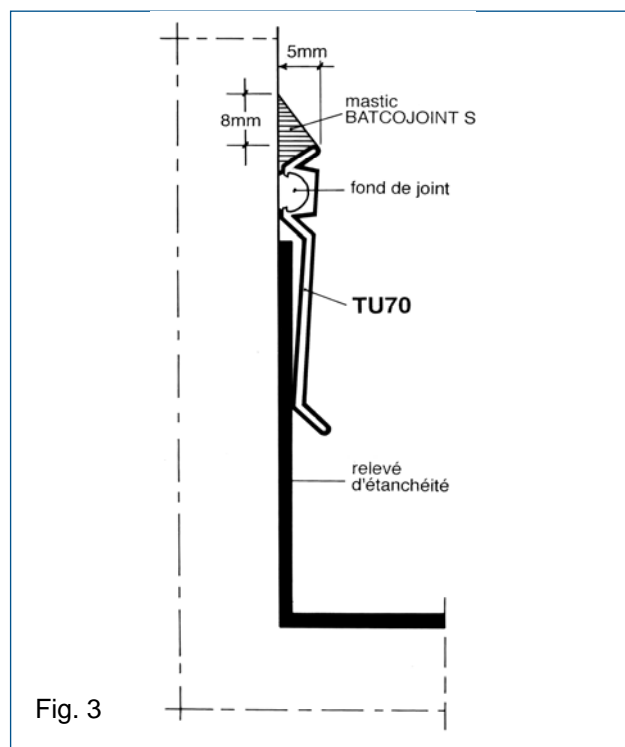

Fig. 3
- le mastic remplira en totalité le volume de la feuillure prévue à cet effet et débordera en chanfrein pour présenter au minimum une section de 5 x 8 mm (Fig 3)